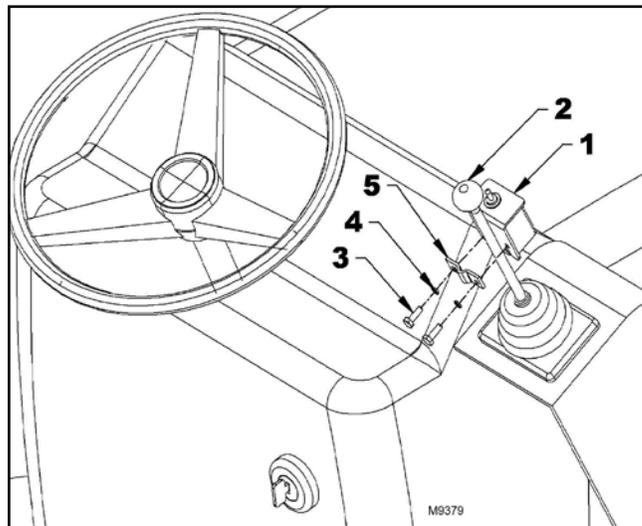

**Figure 27.** Fixer le boîtier de commutation
7. Figure 27 : Insérez l'interrupteur (article 4) dans le boîtier d'interrupteur (article 2) et fixez-le à l'aide des écrous (articles 1, 3). Fixez le capuchon en caoutchouc (article 5) sur l'interrupteur.